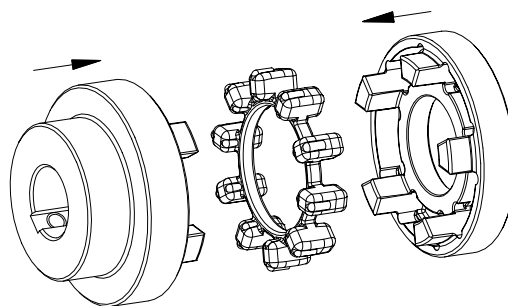

Fig. 30: Montaggio del mozzo, dell'anello in elastomero e della flangia di guida
- Collegare il mozzo, l'anello in elastomero e la flangia di guida (vedere fig. 30).